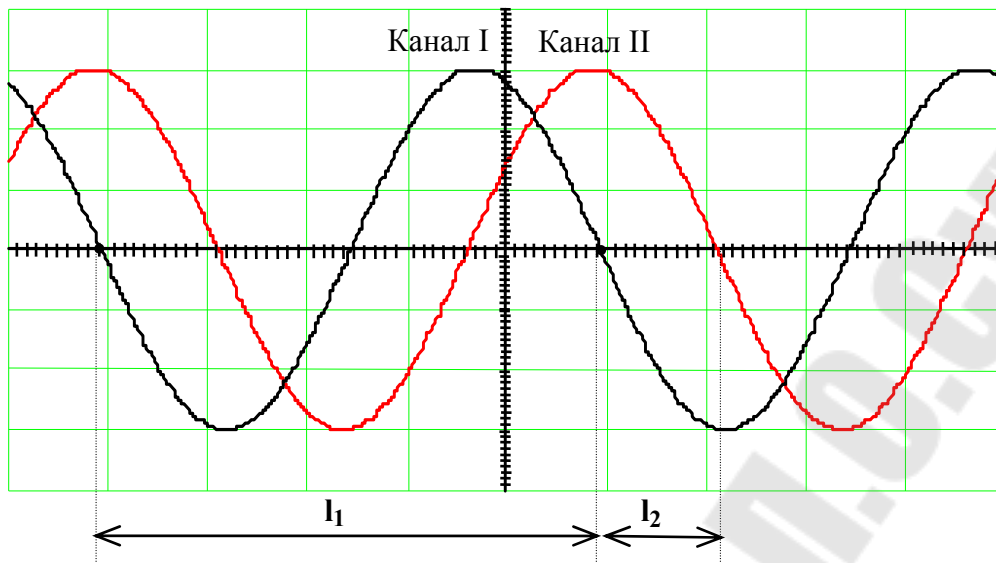

Рис. 3
- 5.6. Измерьте размер периода опорного сигнала l_1 и разность фаз l_2 (в делениях шкалы) (рис. 3);